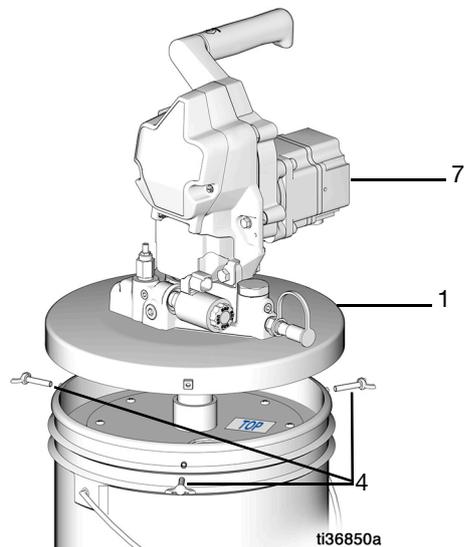

FIG. 17
8. Remplacez le couvercle de fût (1) et l'ensemble pompe (7) sur le seau neuf, fixez-le avec les vis de serrage (4) et serrez bien (FIG. 17).